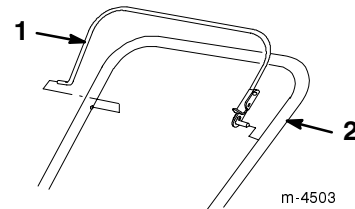
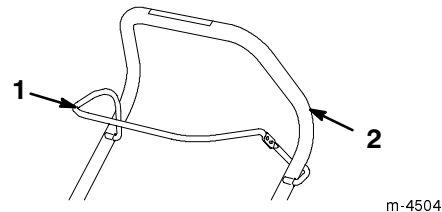

Figure 4
Figure 5
2. Montez la barre de commande sur la partie supérieure du mancheron de la manière indiquée à la Figure 4 (modèles 38428 et 38429) ou à la Figure 5 (modèles 38441 et 3844).